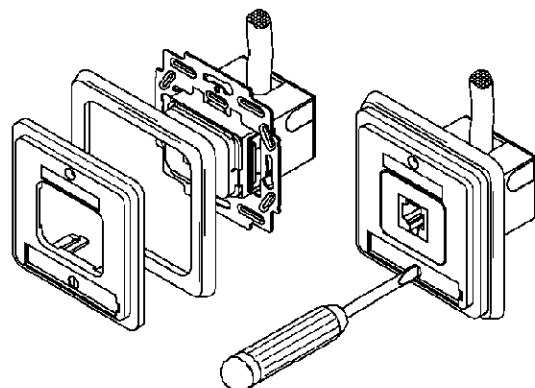

Abbildung 12 / Figure 12
19. Abdeckplatte und Ab-deckrahmen montieren (siehe Abbildung 12).
19. Attach the plastic bezel and faceplate to the outlet (figure 12).